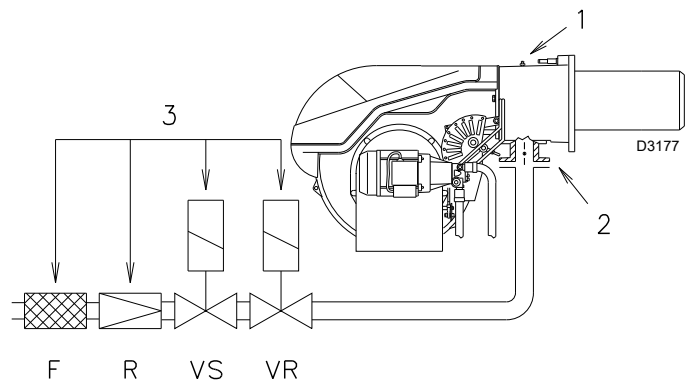

Fig. 23
Presión del gas en la toma 1)(Fig. 23), con:
- restar a la presión del gas en la toma 1)(Fig. 23) la presión en la cámara de combustión;
$$\begin{aligned} \text{Presión del gas en la toma 1)(Fig. 23)} &= 21,9 \text{ mbar} \\ \text{Presión en la cámara de combustión} &= 3 \text{ mbar} \\ 21,9 - 3 &= 18,9 \text{ mbar} \end{aligned}$$
En cambio, para conocer la presión del gas necesaria en la toma 1)(Fig. 23), una vez fijada la potencia máxima con la que se desea que funcione el quemador:
Leer a la derecha la presión en la toma 1)(Fig. 23).
presión necesaria para la toma 1)(Fig. 23).